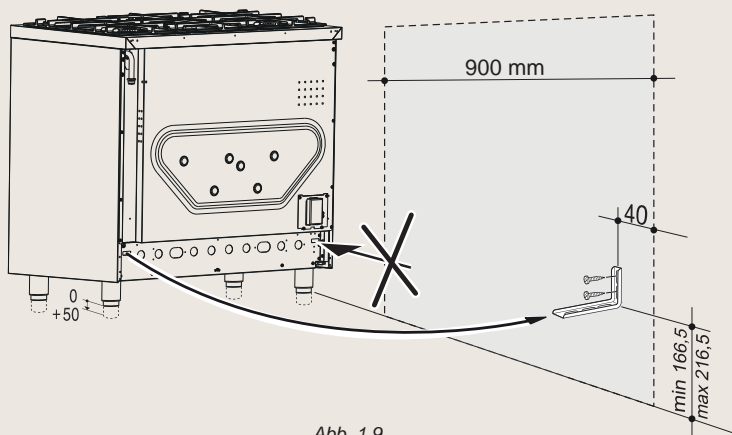

Abb. 1.9
1. Nachdem Sie sichergestellt haben, wo der Herd positioniert wird, markieren Sie an der Wand die Stellen, an denen die 2 Schrauben der Anti-Kipp-Halterung angebracht werden müssen. Bitte folgen Sie den Anweisungen der Abbildung 1.9.
4. Stellen Sie den Herd an die Wand und passen Sie die Höhe der Anti-Kipp-Halterung so an, dass sie an der Rückseite des Herds einrasten kann, siehe Abbildung 1.9.